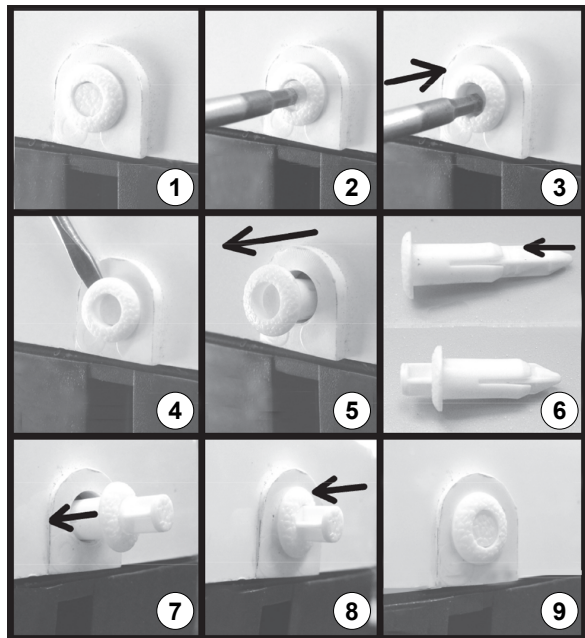

Fig. 19
- Om de klinknagels eruit te halen moet u te werk gaan zoals aangegeven in ("Fig. 19").
- Duw met gereedschap met platte kop de kern van de klinknagel ongeveer 5 mm naar binnen (ref. 1, 2 en 3). Trek de klinknagel eruit (ref. 4 en 5).
- Duw voordat u de klinknagel opnieuw gaat gebruiken eerst de kern weer ongeveer 5 mm naar buiten (ref. 6).
- Breng de klinknagel daarna weer op zijn plaats aan en duw hem door totdat hij niet verder kan (ref. 7 en 8).
- Duw de kern van de klinknagel uiteindelijk tegen de rand van de buitenste huls aan (ref. 9).